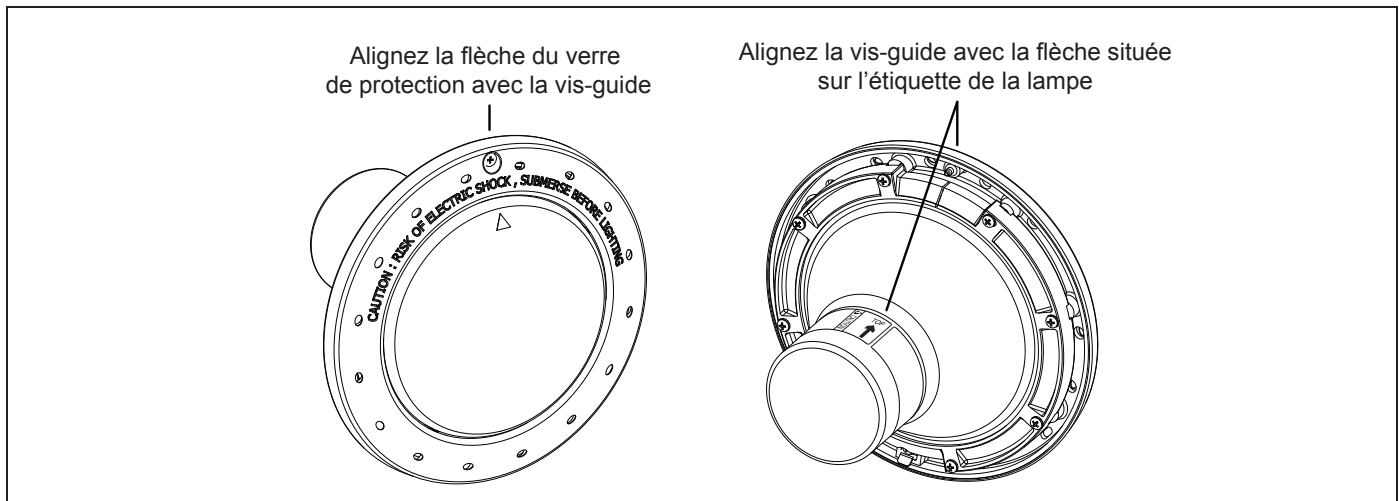

Figure 2. Alignement du verre de protection, de la bague avant, du boîtier et des crochets supports des lampes blanches de piscine
- c. Positionnez le verre de protection et le joint sur la lampe. Placez la bague avant et le crochet-support sur le verre de protection et mettez la vis-guide en face de la petite flèche qui se trouve sur le devant du verre de protection. Notez que la petite flèche qui se trouve devant le verre de protection et que la vis-guide de la bague avant doivent être alignée avec la flèche de l'étiquette de la lampe indiquant « La flèche de cette étiquette doit être mise en face de la vis-guide de la bague avant ». Voir la Figure 2.
- e. Répartissez le crochet-support du bas sur le câble électrique et faites-le glisser à l'arrière de la lampe sur le crochet-support du haut. Voir la Figure 2.
- f. Serrez les huit (8) vis cruciformes de la lampe de piscine ou les six (6) vis cruciformes de la lampe de spa en serrant tour à tour les vis qui sont en face l'une de l'autre. Serrez les vis à environ 20 po-lbs (2,2 Nm). Ne les serrez pas plus qu'il ne faut.